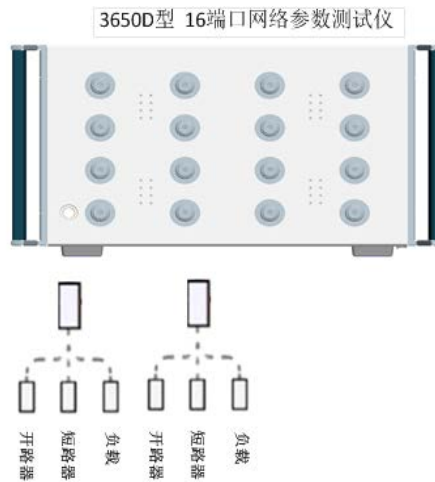

图 9.8 全双端口校准连接框图一
- 7) 如图 9.8 所示, 分别在两个端口连接开路器、短路器和负载, 并点击【开路器】、【短路器】和【负载】进行校准;